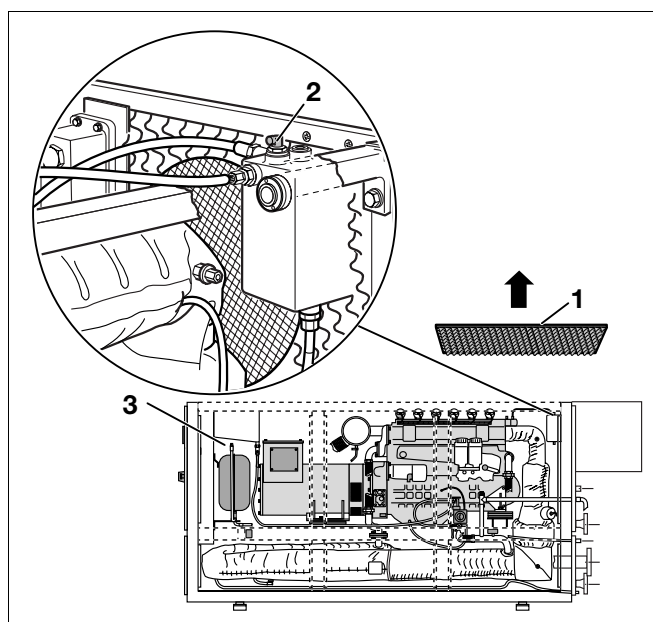

Рис. 15 Вентиль для удаления воздуха из системы охлаждения двигателя на газоотделителе (пример: Loganova E 1306 DN-100)
- Снять заднюю верхнюю шумопоглощающую крышку (рис. 15, **поз. 1**).
- Удалить воздух из системы охлаждения через газоотделитель (рис. 15, **поз. 2**).
- Удалить воздух из системы охлаждения через расширительный бак охлаждающей жидкости (рис. 15, **поз. 3**).